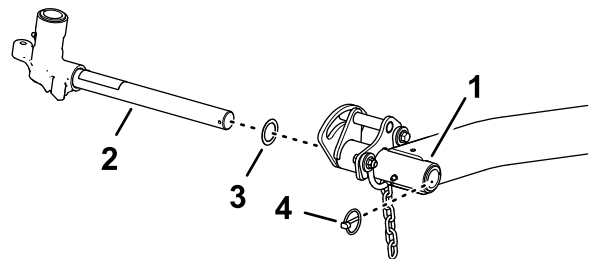

Bild 28
1. Nehmen Sie den Klapptecker und die Scheibe ab, mit denen die Gelenkwelle des Hubarms am Hubarm befestigt ist. Schieben Sie die Gelenkwelle des Hubarms aus dem Hubarm (Bild 28).